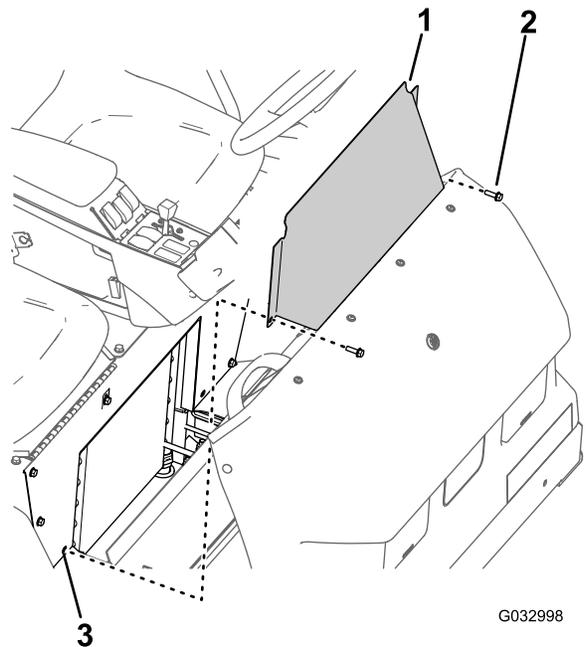

Figura 61
1. Rimuovete i 2 bulloni a testa flangiata che fissano il pannello di accesso alla base del sedile (Figura 61).
2. Rimuovete il pannello di accesso alla base del sedile dalla macchina (Figura 61).
1. Allineate i fori nel pannello di accesso alla base del sedile con i fori nella base del sedile (Figura 61).
2. Montate il pannello di accesso alla base del sedile sulla base del sedile con i 2 bulloni a testa flangiata (Figura 61) rimossi al passaggio 1 in Rimozione del pannello di accesso alla base del sedile (pagina 53).